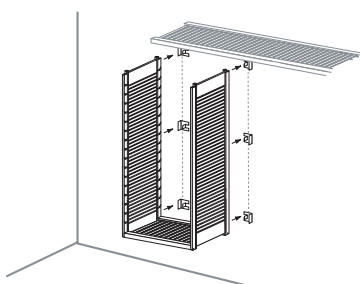

FIG. 3.4
5. Positionner la Tour dans les emplacements d'équerre de Tour sur le mur. (Fig. 3.4)